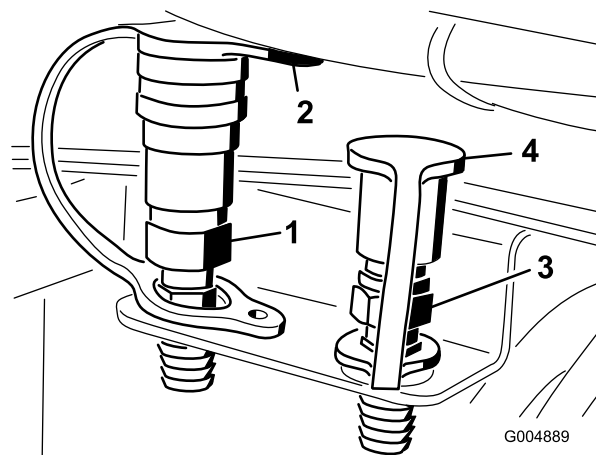

Figura 16
10. Instale el tapón guardapolvo en el acoplamiento rápido e introduzca el extremo dentado del conector en el taladro exterior (izquierdo) de la placa pasamuros (Figura 16).
11. Instale un tapón guardapolvo en el acoplamiento con racor, e introduzca el extremo dentado del acoplamiento en el taladro interior de la placa pasamuros (Figura 16).